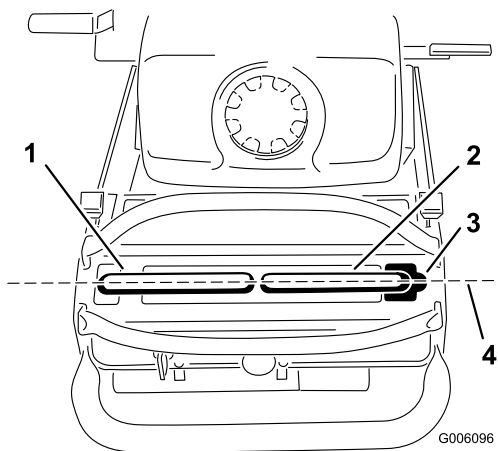

Figure 45
Important: Vérifiez que la correction directionnelle de la machine est correcte après avoir réglé les leviers de commande de déplacement. Après avoir réglé la correction directionnelle, il se peut que les leviers de commande de déplacement ne s'alignent pas exactement d'avant en arrière (Figure 45).
1. Une fois l'alignement horizontal effectué, vérifiez l'alignement avant/arrière (Figure 45).